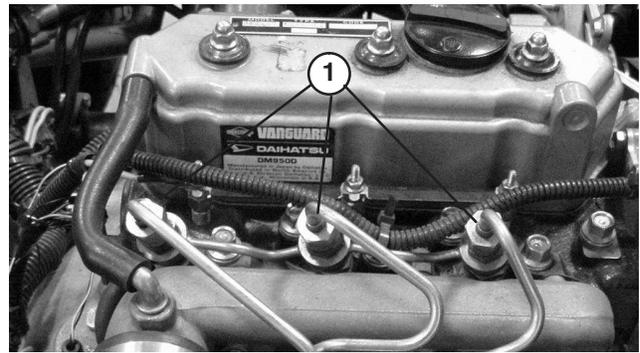

Bild 46
2. Lockern Sie den Leitungsanschluss zur ersten Düse und zu der Halterungsgruppe (Bild 46).